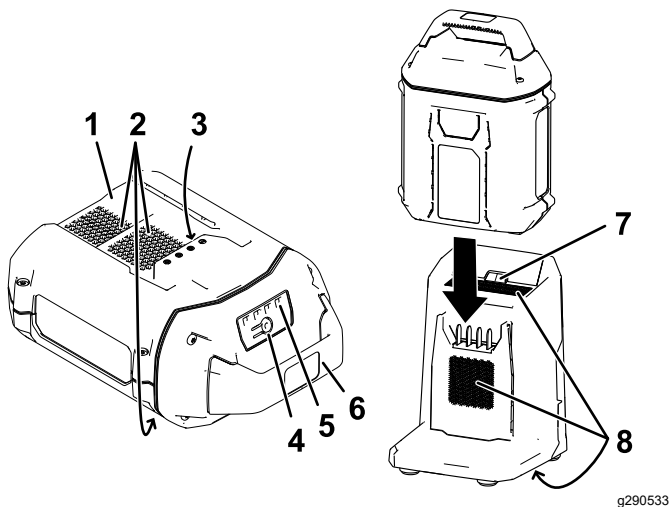

Bild 13
2. Fluchten Sie die Einbuchtung im Akkupack (Bild 13) mit der Aufnahme am Ladegerät aus.
3. Schieben Sie den Akkupack in das Ladegerät, bis es einrastet (Bild 13).